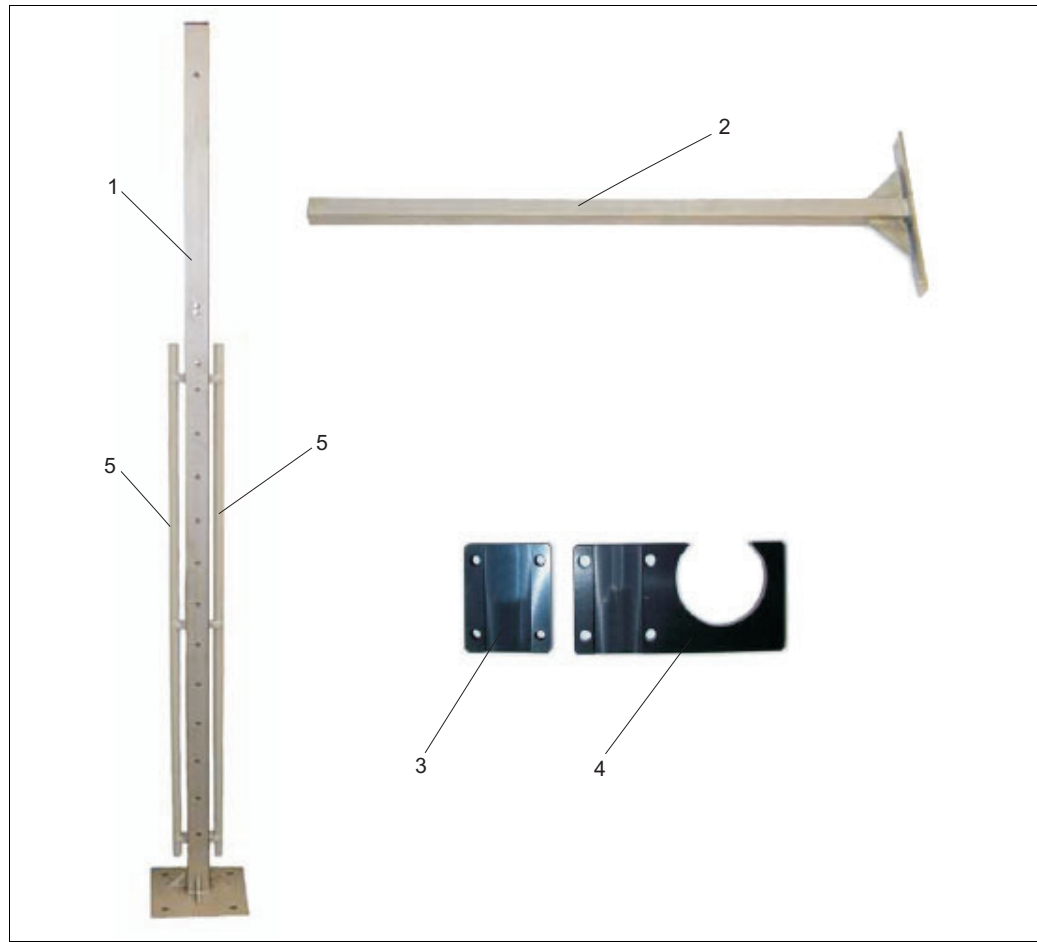

Abb. 5: Standsäule mit Zubehör
1. Montieren Sie die beiden Kabelführungsrohre (Pos. 5, Abb. 5) an die Standsäule.
2. Schrauben Sie zwei Haltearme (Pos. 2, Abb. 5) an die Standsäule.
3. Installieren Sie jeweils einen Sensorhalter mit Gegenhalter (Pos. 3 + 4, Abb. 5) an die beiden Haltearme.